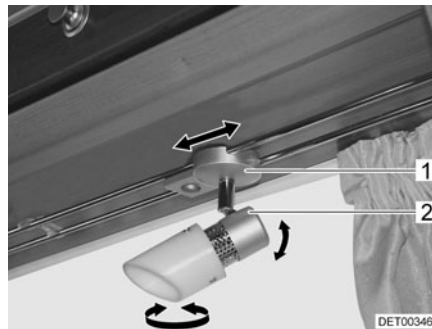

Fig. 57 Foco
- Cogér la carcasa (Fig. 57,2) y girarla.
- Cogér el soporte (Fig. 57,1).